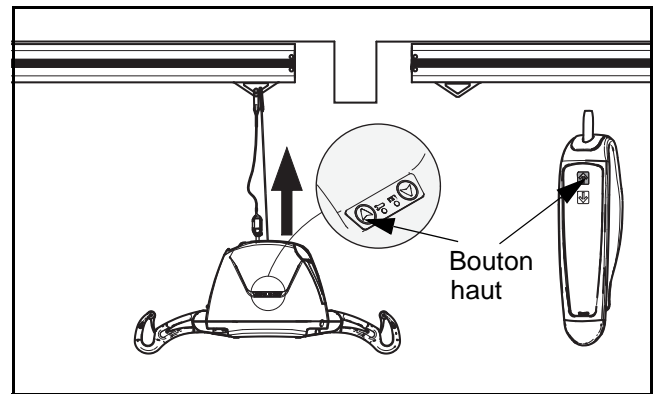

Fig. 22
- 5) Accrocher le mousqueton du lève-personne portable sur le deuxième chariot. Appuyer sur le bouton HAUT de la télécommande jusqu'à ce que la sangle à rallonge soit détendue, et que le patient se trouve à une hauteur confortable (voir Fig. 22).